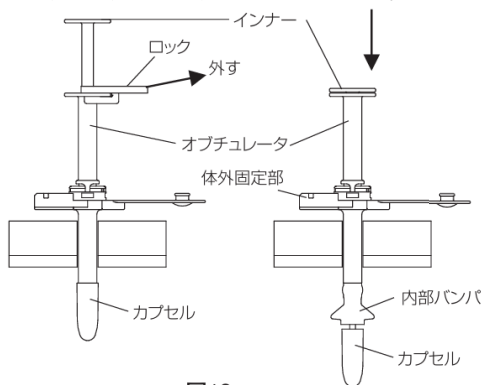

図13
5. オブチュレータのロックを外し、インナーを押し込んでカプセルを胃内に離脱させ、パンパを展開する。(図 13)